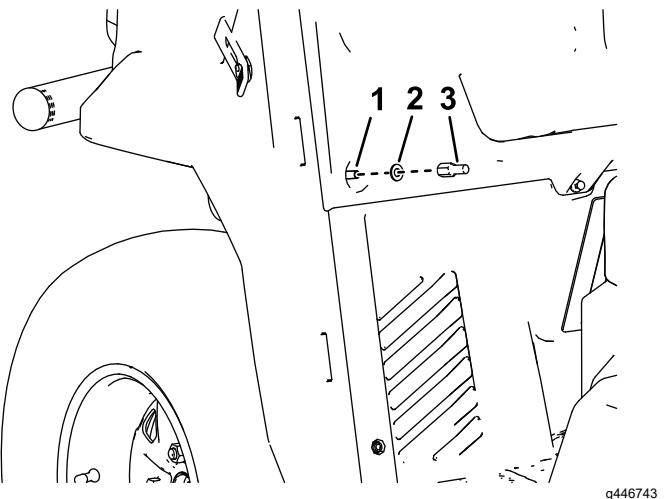

Figure 11
- Installez la gâche de porte et une rondelle (5/16") sur le boulon (Figure 11).